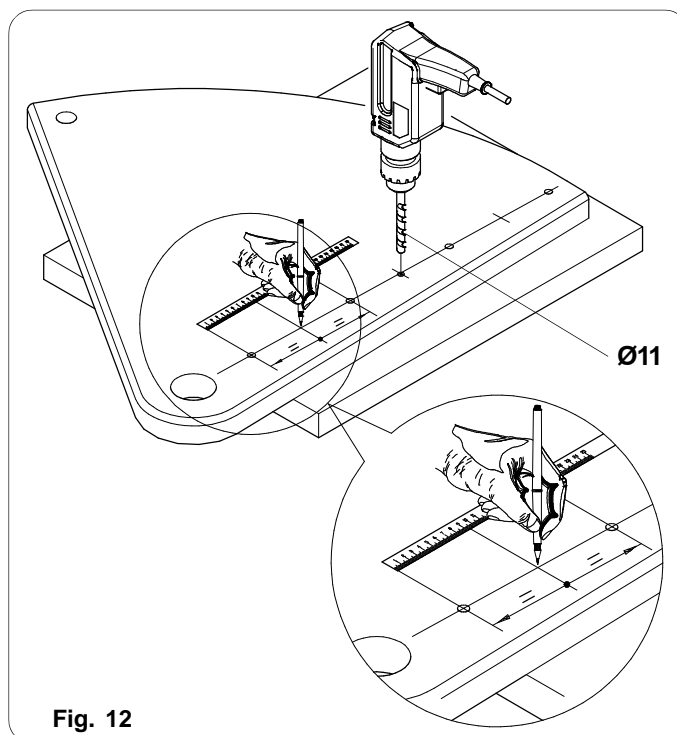

Fig. 12
- Mesurer la distance entre deux trous et marquer le point intermédiaire où percer des trous supplémentaires, comme illustré fig.12.